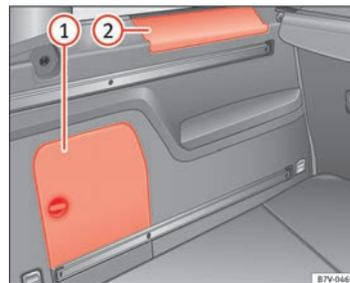

Fig. 114 Dans le coffre à bagages : rangement latéral.
Sur le côté du coffre se trouvent d'autres rangements ⇒ fig. 114 (1) et (2). Pour ouvrir le rangement (1), tournez la serrure dans le sens des aiguilles d'une montre. Pour ouvrir le rangement (2), soulevez le cache. Vous